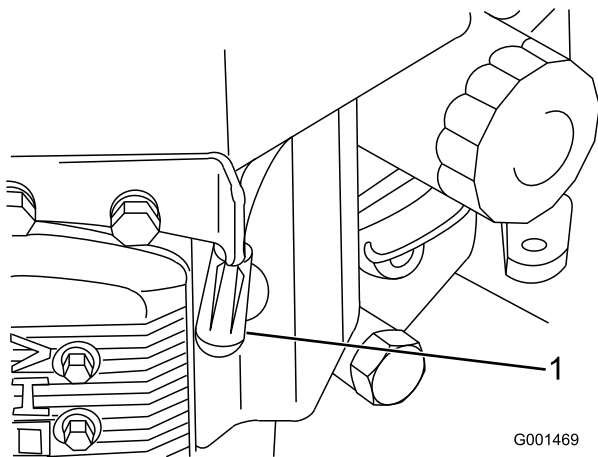

Bild 28
3. Klemmen Sie das Zündkabel von der Zündkerzen ab (Bild 28).